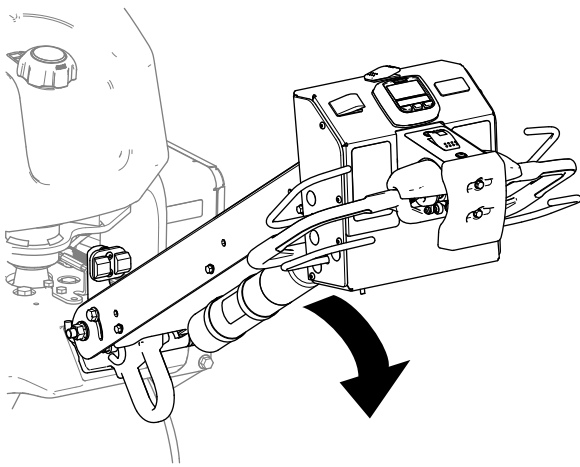

Bild 76
2. Senken Sie den Lenker ab, um die Feststellbremse zu lösen (Bild 76).